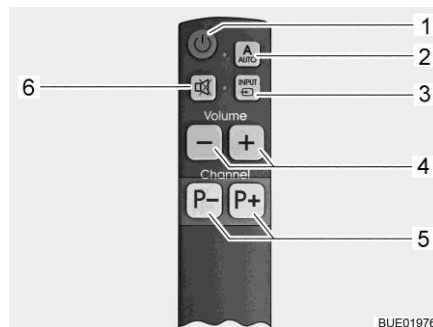

Bild 28 Enkel fjärrstyrning (tillval)
Slå på anläggningen: ■ Tryck in knappen AUTO (Bild 27,2 eller Bild 28,2) i 1 sekund. På så sätt slås TV-apparaten och styrenheten på.
Välja TV-program: ■ Tryck in programvalknapparna (Bild 27,4 eller Bild 28,5) tills önskat TV-program valts.
Välja signalkälla: ■ Tryck in knappen INPUT (Bild 27,3 eller Bild 28,3) tills önskad signalkälla valts.
■ För att gå tillbaka till satellitkanalvisningen, tryck in knappen INPUT (Bild 27,3 eller Bild 28,3) tills signalkällan DVB-S2 valts.
- Tryck in knappen AUTO (Bild 27,2 eller Bild 28,2).
- Tryck in knappen TV-apparat på/av (Bild 27,1 eller Bild 28,1). Styrenheten slås inte på, antennen stannar kvar i parkeringsläge.
- Tryck in INPUT knappen (Bild 27,3 eller Bild 28,3) tills önskad signalkälla (t. ex DVD) valts.
- För att slå av TV-apparaten, tryck in knappen TV-apparat på/av (Bild 27,1 eller Bild 28,1).